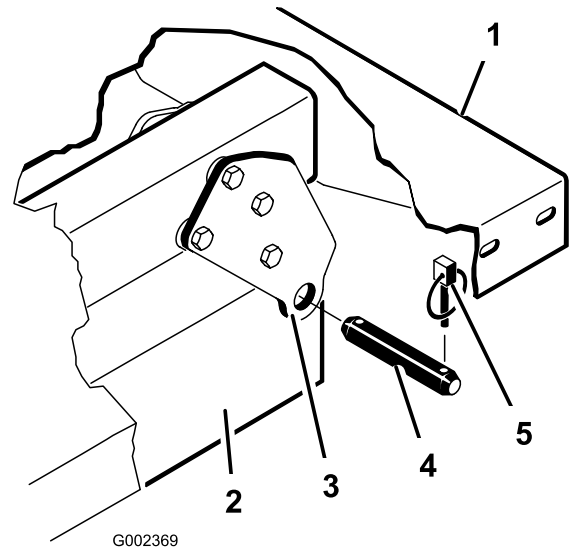

Figura 34
**Nota:** Assicuratevi che le piastre orientabili posteriori siano imbullonate al telaio/profilato del pianale in modo tale che l'estremità inferiore sia spostata verso la parte posteriore (Figura 34).